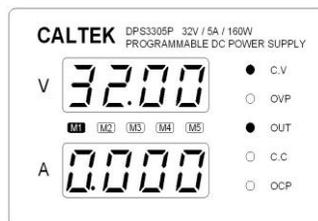

图 7. 存储输出
- (3). 其他的各组预设存储的方法与 M1 相同；
- (4). 在调出已存储的预设时，按下 M1 键，显示已存储的电压、电流，接着按下输出关断键 OUTPUT，就可以输出存储的电压、电流，如图 7 所示；